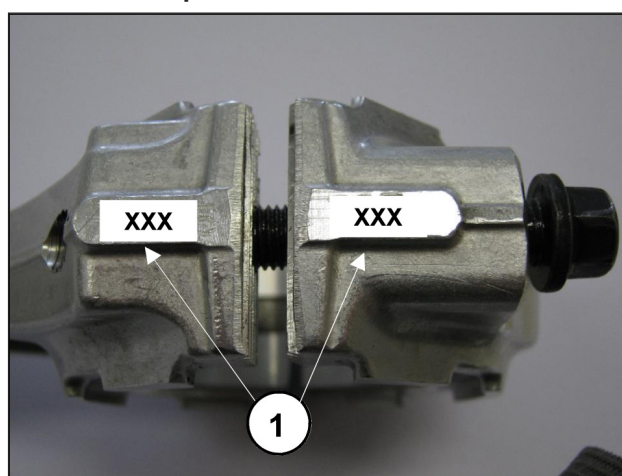

Fig. 9
- Emparelhe as tampas de biela em suas relativas hastes, referindo-se à numeração (Fig. 9, pos. ①).